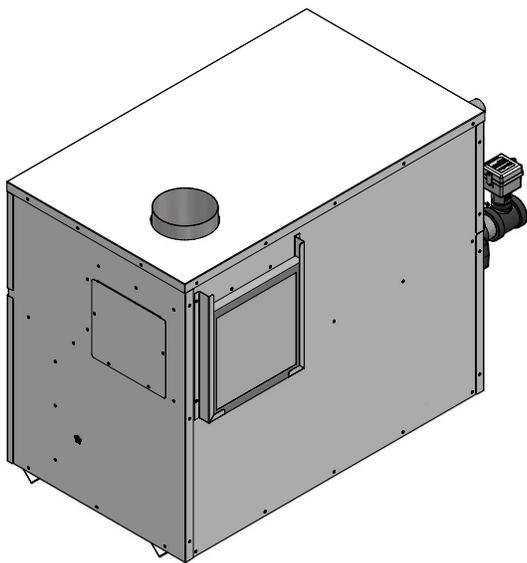

Figure 1-6 Panneau métallique recouvrant l'entrée d'air de combustion latérale
1. Retirer le panneau métallique de la paroi latérale de l'appareil (voir FIG. 1-6).